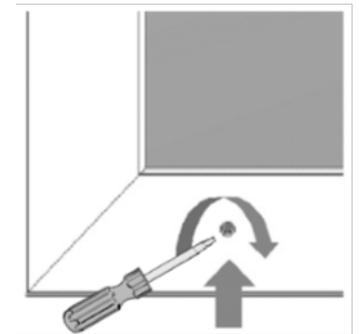

Figura 18
17. Ajustar la altura de la rueda del panel con un desarmador de estrella (Figura 18). Para elevarlos paneles, girar el tornillo a la derecha para bajar los paneles, girar el tornillo en sentido contrario a las agujas del reloj.
33. Identificar el exterior del panel del cuadro de mosquitero localizando el tornillo de la rueda (Figura 18).
35. Ajustar la altura de la rueda de panel del mosquitero usando un destornillador de cabeza estrella (Figura 18). Para levantar los paneles del mosquitero, girar el tornillo a la derecha y para bajar los paneles, girar el tornillo hacia la izquierda.